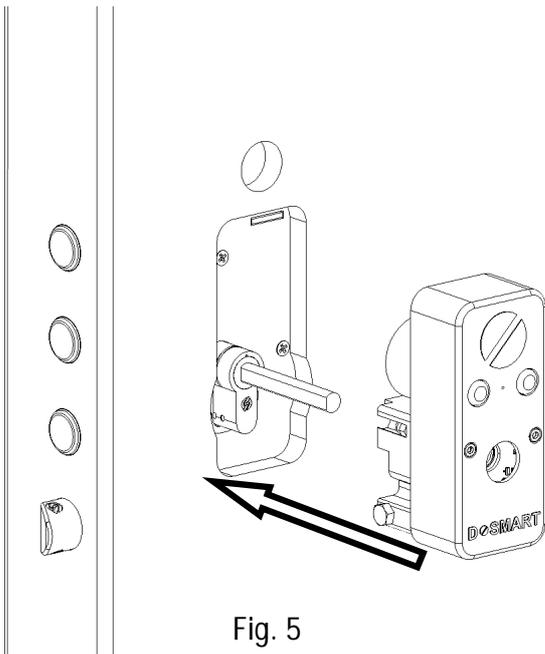

Fig. 5
6. Applicare il gruppo motore comprensivo di scheda elettronica sul gambo del cilindro fino in battuta sulla serratura (fig.5)